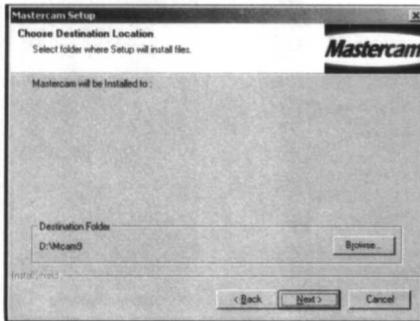

图 1-7
(6) 显示 Choose Destination Location (选择安装的目标位置), 单击该对话框右下角 Browse (浏览), 确定安装在 D 盘, 在 Destination Folder (目标子目录) 下面显示 D: \Mcam 9, 如图 1-7 所示, 单击 “Next” (下一步) 按钮。